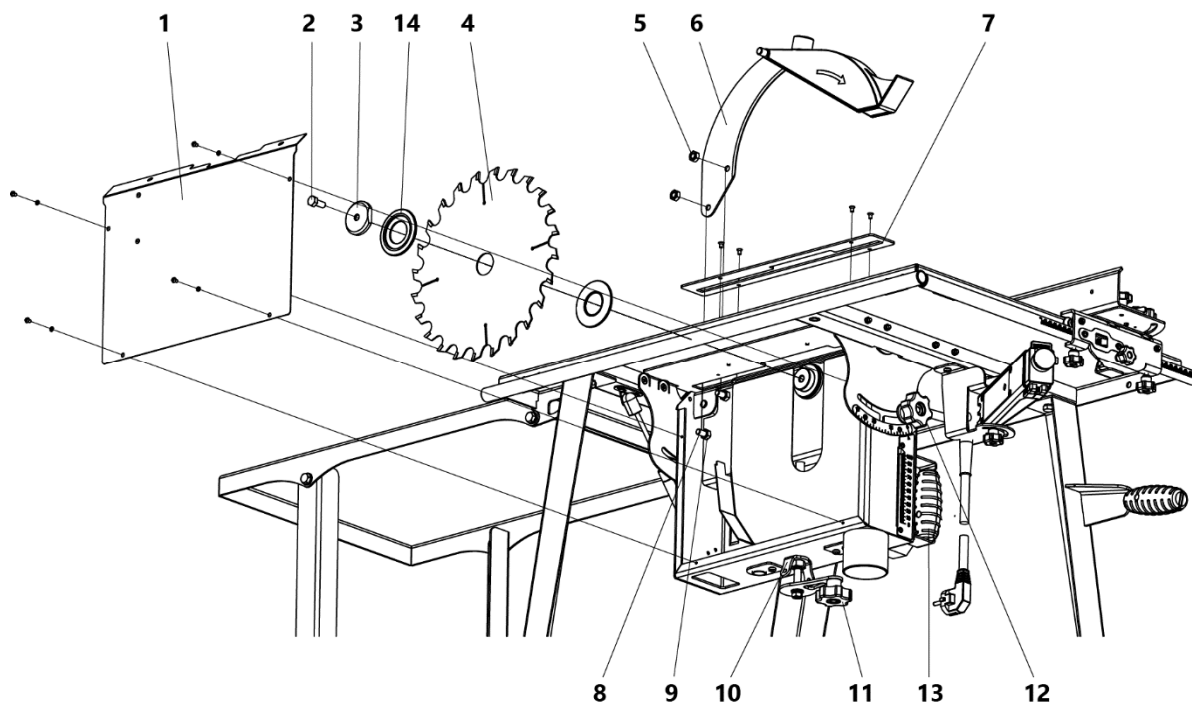
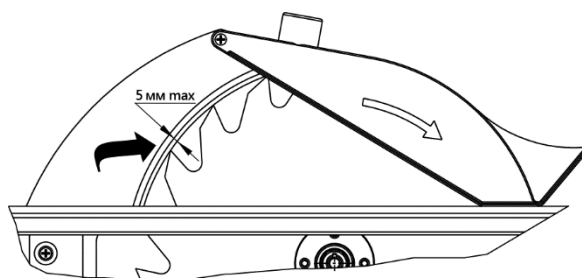

Рисунок 5. Установка пильного диска и расклинивающего ножа с защитным кожухом
Рисунок 6. Радиальное расстояние
- снять нижний защитный кожух пилы 1 (рис. 5);
- установить и отрегулировать расклинивающий нож 6. Расклинивающий нож 6 необходимо расположить симметрично по центру в плоскости пильного диска 4, обеспечивая радиальное расстояние между расклинивающим ножом и венцом пильного диска не более 5 мм (рис. 6). Это достигается перемещением регулировочных гаек 9 (рис. 5) и расклинивающего ножа 6 по резьбовым стержням 8. После установки надежно закрепите расклинивающий нож 6 на стержнях гайками 5;
- расфиксировать стопорную гайку 10 (рис. 5);
- зафиксировать стопорную гайку 10 (рис. 5).
- расфиксировать ручку 12 (рис. 5);
- зафиксировать ручку 12 (рис. 5).
- снять пильный диск с фланцем 14 (рис. 5) и расклинивающий нож;